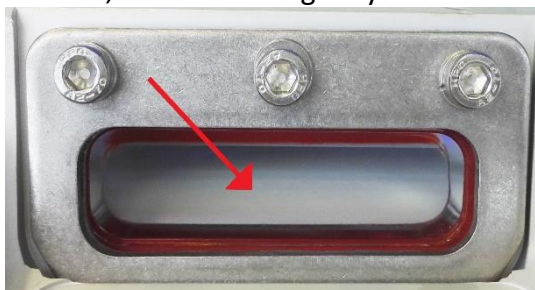

Figura 19 - Limpieza del Prisma
- limpie las superficies de los prismas (Figura 19) con productos para cristal no abrasivos